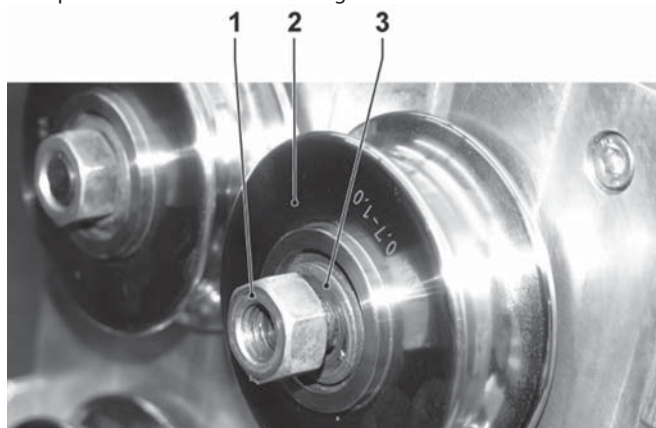

Figure 13 : Réglage des galets latéraux
3. Desserrer l'écrou de fixation (fig. 13, 1) avec une clé à ouverture de clé 19 puis l'enlever. Comme l'axe tourne à vide, l'écrou peut être desserré par un léger à-coup tout en tournant vers la gauche.
4. Dévisser complètement l'écrou à la main. Enlever la rondelle (fig. 13, 3).
5. Enlever le galet de sertissage (fig. 13, 2). Veiller à ce que la clavette (fig. 13, 4) reste dans la rainure de l'axe.